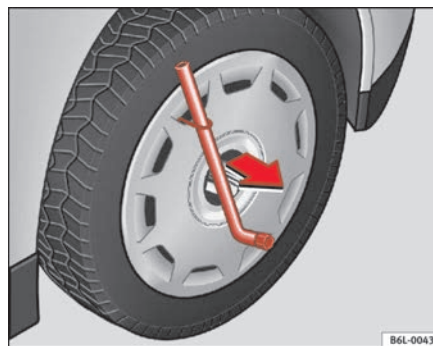

Abb. 132 Die Radvollblende vom Rad abnehmen.
- Die Radvollblende mit dem dem Drahhaken abnehmen ⇒ Abb. 132.